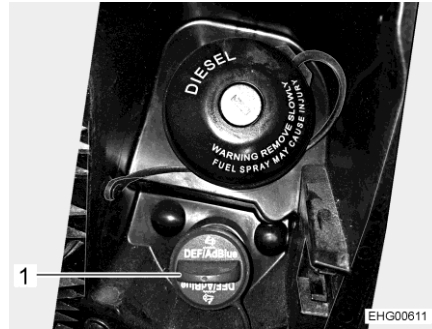

Bild 8 Påfyllningsöppning för Ad-Blue®
- Vrid det blå locket (Bild 8,1) moturs och ta bort det.